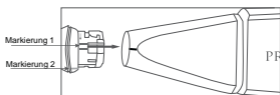
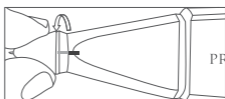

Abb. 2a
Abb. 2b
2. Um eine neue Prüfspitze einzusetzen, richten Sie die Markierung 1 wie in Abb. 2a gezeigt aus, schieben Sie die Spitze hinein und drehen Sie im Uhrzeigersinn bis zur am Gerät angebrachten Markierung 2, wie in Abb. 2b gezeigt.